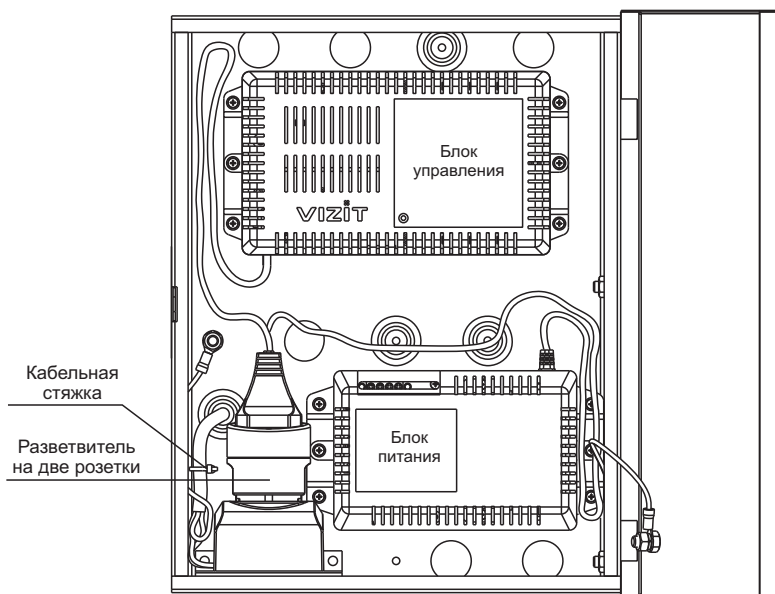

Рисунок 5 - Расположение блока управления и блока питания в боксе
- Подключите сетевые вилки блока управления и блока питания к тройнику (см. рис. 5).